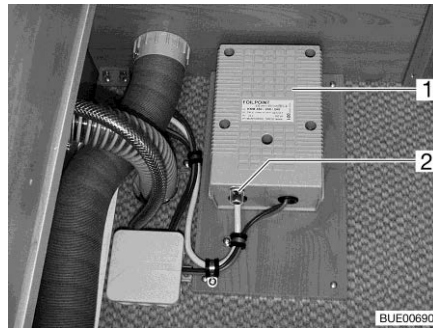

Bild 233 Transformator för elektrisk golvvärme
Om transformatorn (Bild 233, 1) överbelastas aktiveras överbelastningsskyddet. Stiftet (Bild 233,2) skjuts ut.
- Tryck in stiftet (Bild 233,2) på överbelastningsskyddet igen när transformatorn har svalnat.